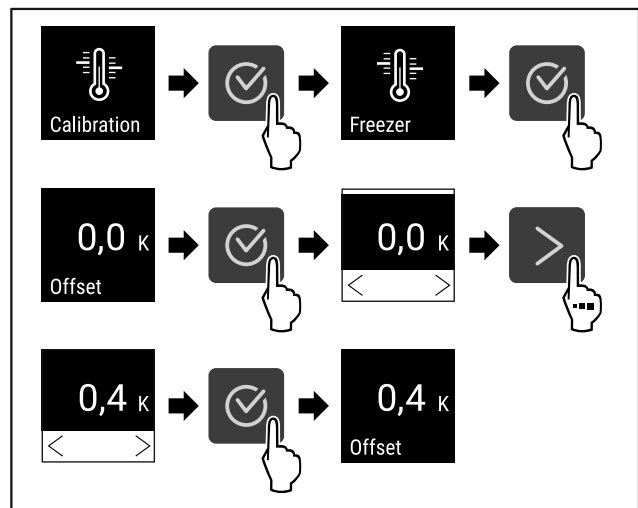

Fig. 95
- ▶ Изпълнете стъпките (виж Fig. 95).